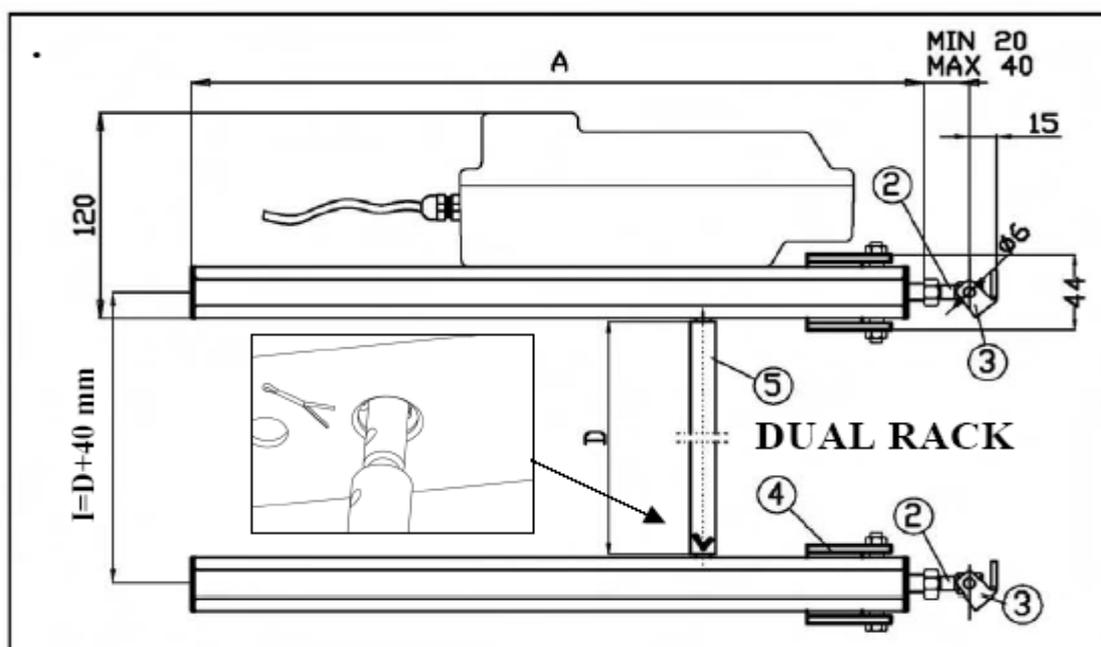

Bild 3
- Der Achsenabstand zwischen beiden Halterungen muss $D+40$ mm sein (Bild 3)